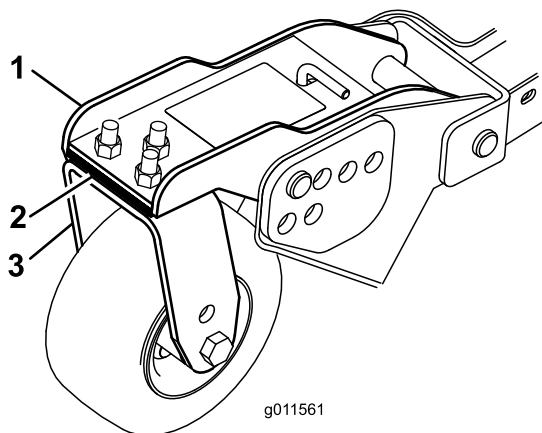

Figura 124
1. Rimuovete le viti a testa cilindrica e i dadi che fissano il braccio orientabile alla forcella orientabile (Figura 124).